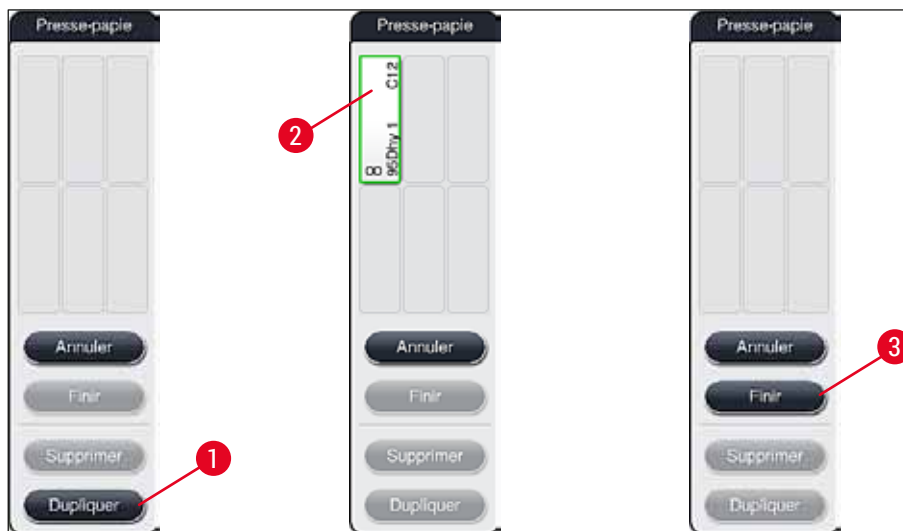

Fig. 54
- Prendre connaissance du message d'information suivant, puis confirmer par **OK**. Une nouvelle fenêtre **Presse-papier** (→ "Fig. 54") s'ouvre.